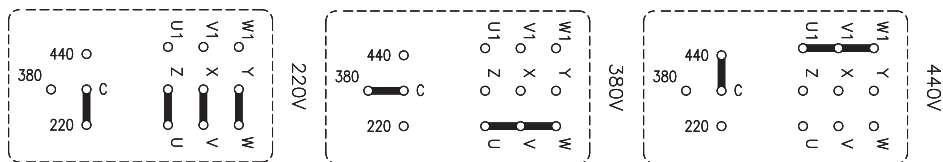

Fig. 3
- Troque as conexões na placa de mudança de tensão, seguindo as instruções (veja Fig.3);